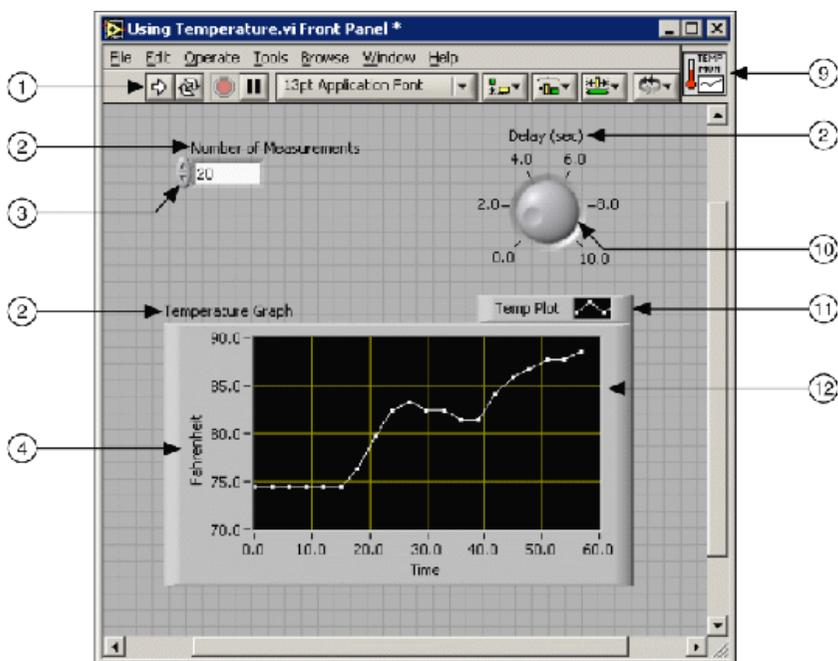
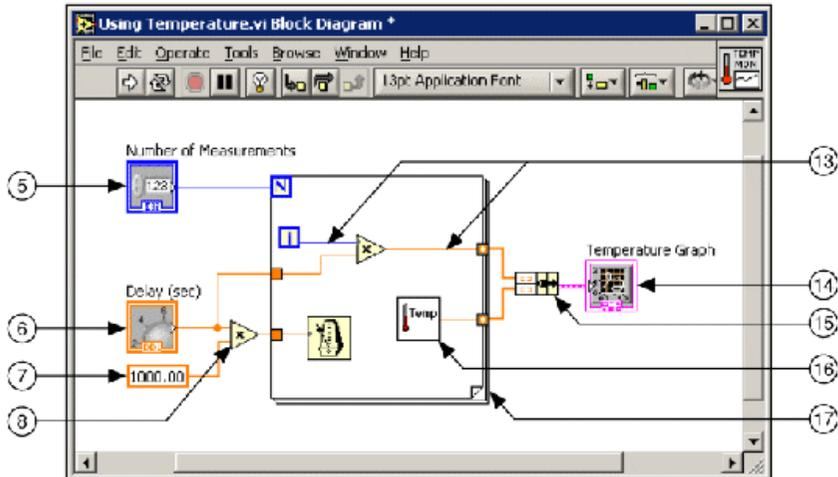

Рис. 1. Передняя панель реального физического прибора
Рис. 2. Блок-схема виртуального инструмента на языке G
Справочно-методический материал. Файл LabVIEW – виртуальный инструмент – состоит из двух панелей. Одна из них имитирует переднюю панель реального физического прибора, (рисунок 1), на второй панели (рисунок 2) строится блок-схема виртуального инструмента на языке G.
Набор инструментов *Tools (Show Tools Palette)* позволяет изменить вид и позиции курсора. Основные позиции (рисунок 1):
набора в верхней части окна высвечивается название соответствующего поднабора (рисунок1) (например, «*Numeric*» – «Цифровые приборы»). Поднабор открывается нажатием левой кнопки мыши.
Набор инструментов *Functions* панели блок-схемы (*Show Functions Palette*) содержит функции и виртуальные инструменты (VI), используемые для построения блок-схемы (рисунок 2). Из набора *Functions* вызываются: управляющие структуры (циклы *While*, *For*), формульный узел (*Formula Node*) – *Structures* поднабор; преобразователи строк – *String* поднабор; приборы преобразования Фурье и линейной алгебры – *Analysis* поднабор и многие другие.